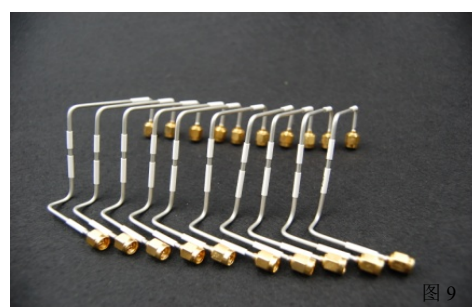

图 4
3. 使用电缆组件时应尽量减少弯曲次数，否则会缩短电缆的使用寿命。由于安装或使用环境较为复杂，需要弯曲时，弯曲半径不能小于电缆本身的最小弯曲半径（图 3、图 4）。